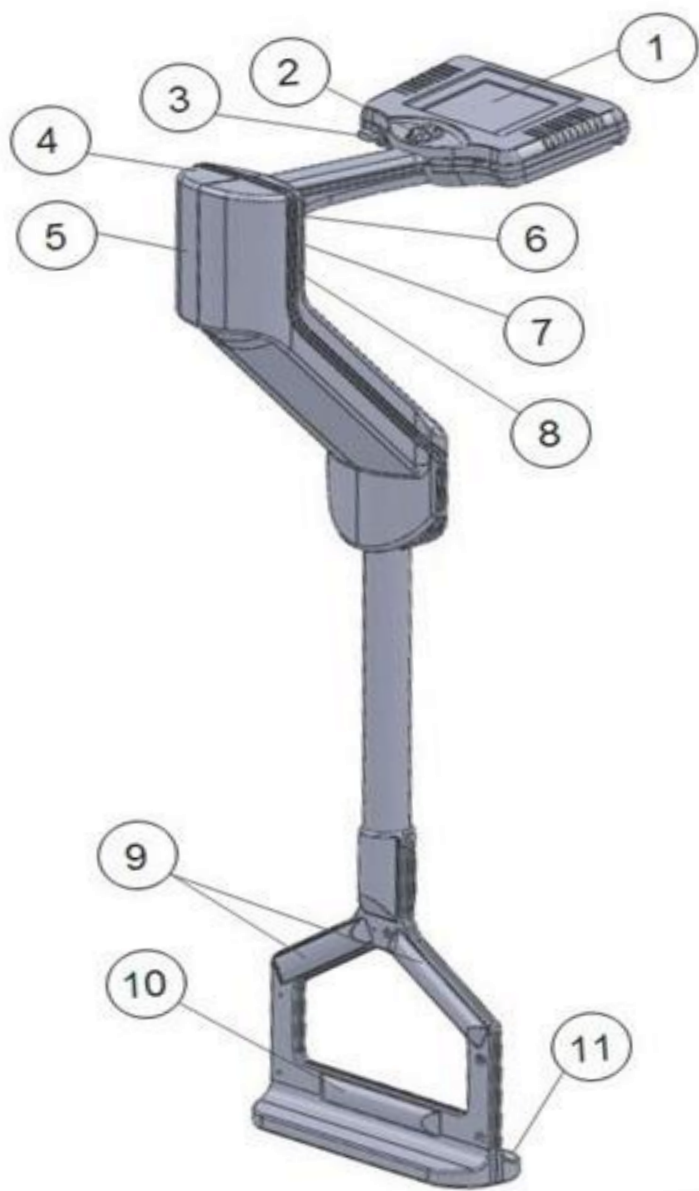

Рисунок 4.2
4.10 Управление приемником, как и в случае с генератором, производится валкодером (поз.2 рисунок 4.2).